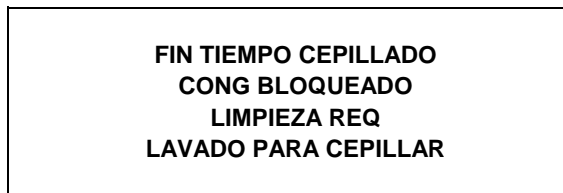

Figura 13
1. Ha transcurrido el tiempo especificado en el temporizador de cepillado (valor máximo de 14 días). (Vea la figura 13.)